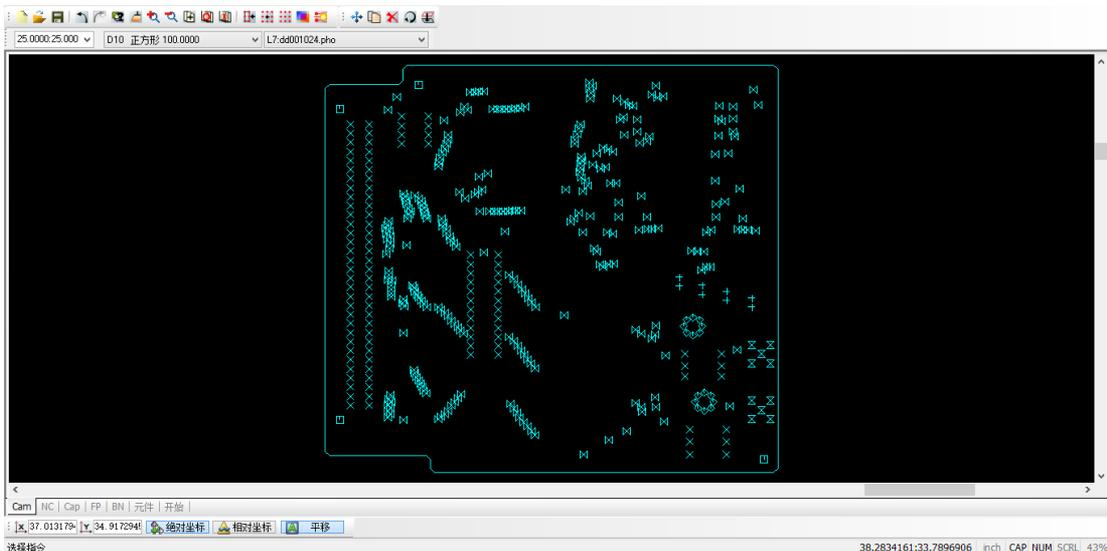

图 17-31 单独显示钻孔层
(1) 在图层清单中选择钻孔层，然后单击图标按钮，再单击图标按钮，则出现如图 17-31 所示的效果。